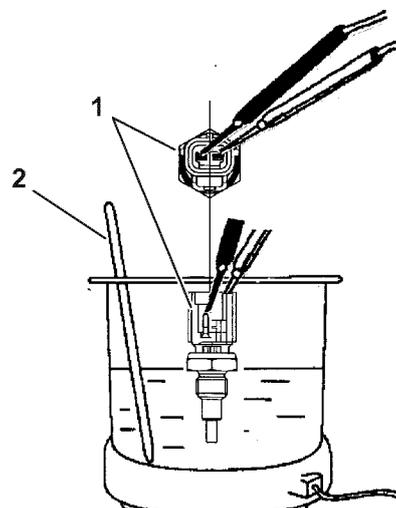

**Figure 8-9**
1. Contrôlez le bon fonctionnement du thermocontact. Branchez une lampe de continuité ou un ohmmètre sur le thermocontact. Raccordez un fil à la borne du contact (1, **Figure 8-9**) et l'autre fil à la partie métallique du contact (2, **Figure 8-9**).
2. Placez le thermocontact et un thermomètre précis (3, **Figure 8-9**) dans le liquide de refroidissement du moteur.